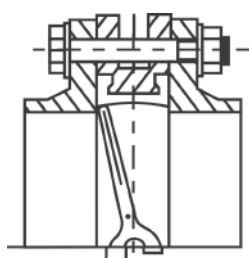

Рис. 1 (неправильно)
5. Использование фланцев с внутренним диаметром меньше номинального диаметра заслонки может привести к блокировке диска, что в свою очередь вызовет серьезное повреждение диска поворотного затвора (рис. 1).